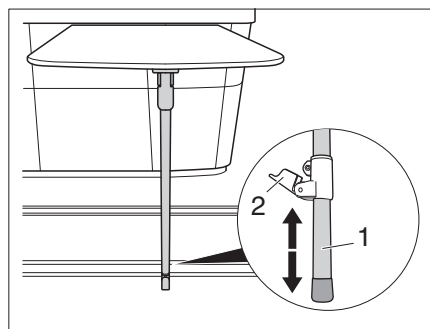

Fig. 13 Regolazione dell'altezza
- Spostare il tubo interno (Fig. 13,1) fino a quando il piano del tavolo è orizzontale.
- Premere il bloccaggio (Fig. 13,2) verso l'alto.